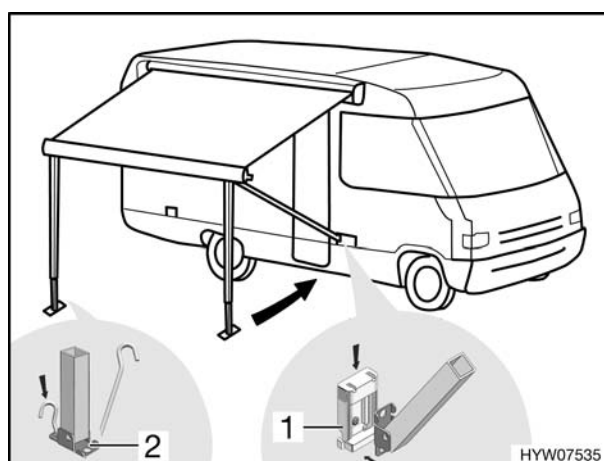

Fig. 20 Fissaggio dei montanti di supporto
- Incastrare i montanti di supporto nei supporti (Fig. 20,1) sull'autocaravan oppure fissarli sul terreno con dei puntelli (Fig. 20,2).